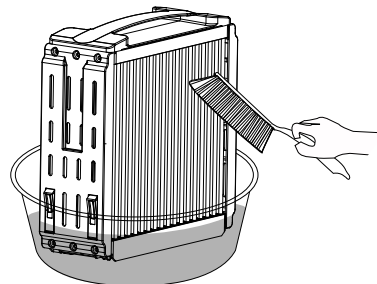

Imagen 8
- a. Es mejor usar detergente y remojar durante unos 10 minutos antes de cepillar las placas colectoras. No remoje durante demasiado tiempo para proteger las propiedades funcionales de las placas colectoras (Imagen 8).